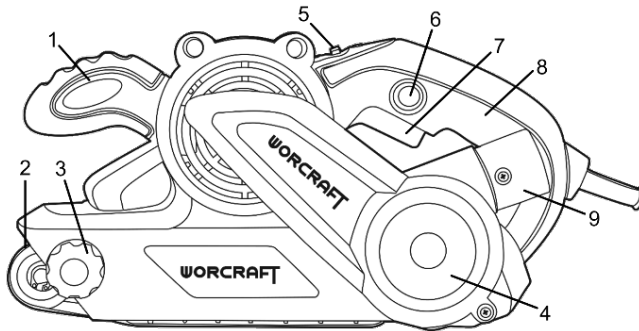

Рисунок 1
4.5 Під'єднайте електричний шнур до електромережі, та зробіть центрування шліфувальної стрічки (2, рисунок 1) за допомогою регулятора (3, рисунок 1) на холостому ходу. Шліфувальна стрічка повинна розташовуватися на роликах без зміщення в яку-небудь зі сторін.
4.6 Встановіть за допомогою регулятора (5, рисунок 1) необхідну для даного виду робіт швидкість руху стрічки.